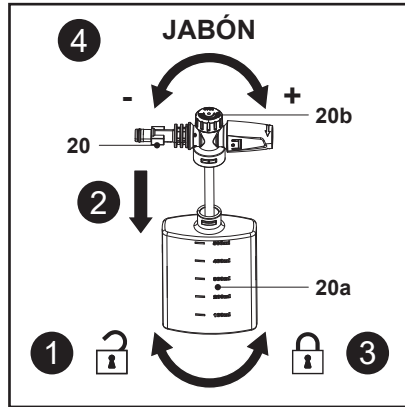

Fig. 13
Rellene y use el detergente como se muestra en la Fig. 13.
1. Sujete la boquilla de la botella de detergente (20) y, a continuación, desbloquee y retire la botella (20a) (Fig. 13, paso 1).
2. Asegúrese de que la tubería de suministro de agua está correctamente fijada a la boquilla de detergente (20).
4. Coloque la boquilla (20) en la botella de detergente (20a) (Fig. 13, paso 2).
5. Sujete la boquilla de la botella de detergente (20) y, a continuación, fije la botella (20a) firmemente en ella (Fig. 13, paso 3).
6. Gire el mando ajustable (20b) hacia la derecha para realizar un lavado con jabón a dosis altas y hacia la izquierda para un lavado con jabón a dosis bajas (Fig. 13, paso 4).
7. Monte la boquilla de la botella de detergente (20) en la pistola pulverizadora (15).
8. La boquilla de la botella de detergente (20) está lista para su uso.